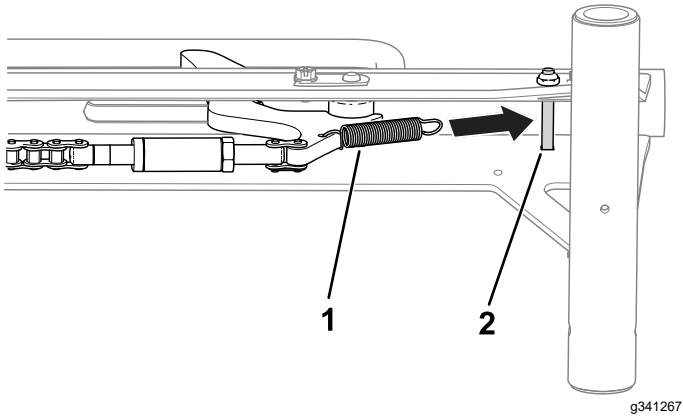

Bild 5
7. Verbinden Sie die Feder mit dem Radanschlag und der Schraube im Inneren der Schienenbaugruppe (**Bild 5**).